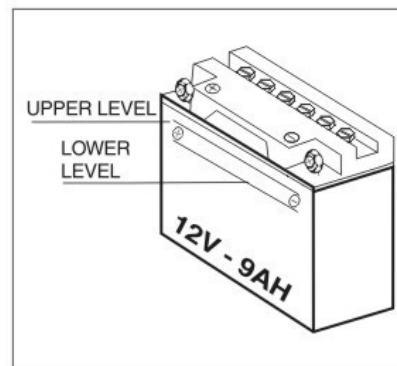

Abb. 40
6.1.1 Der Stand der Batterieflüssigkeit muss immer in dem auf der Batterie angegebenen Bereich liegen. Normalerweise wird ein konstanter Füllstand im angegebenen Bereich für ca. zwei Monate oder ca. 2000 km beibehalten (Abb. 40).